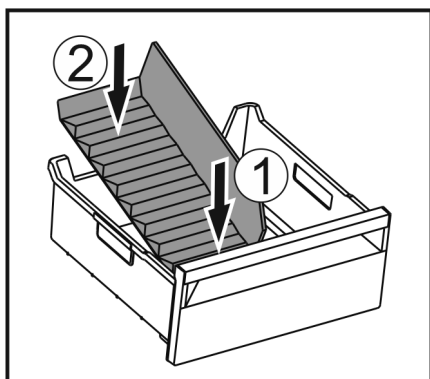

Fig. 68
- Inserire la parte anteriore del divisore dello scomparto del ghiaccio. Fig. 68 (1)
- Abbassare la parte posteriore del divisore dello scomparto del ghiaccio fino al fondo del cassetto. Fig. 68 (2)